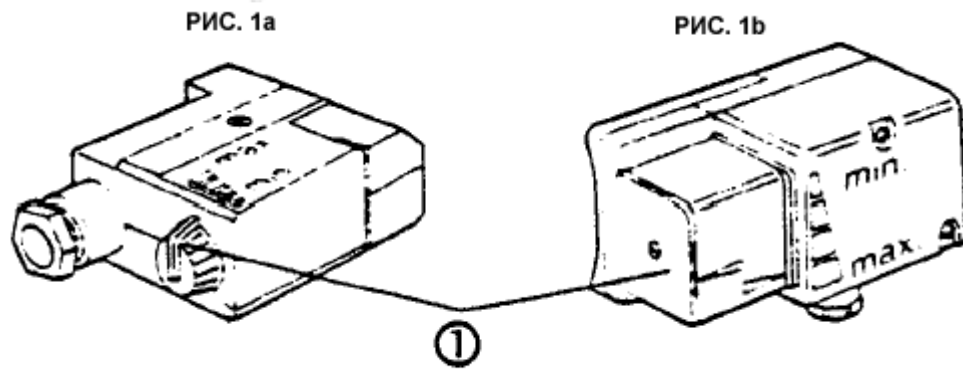

Рис. 1. Переключатель числа оборотов.
- Насосы с двигателями однофазного тока в качестве переключателя имеют на корпусе клеммной коробки вращающуюся ручку (рис. 1а, поз.1).